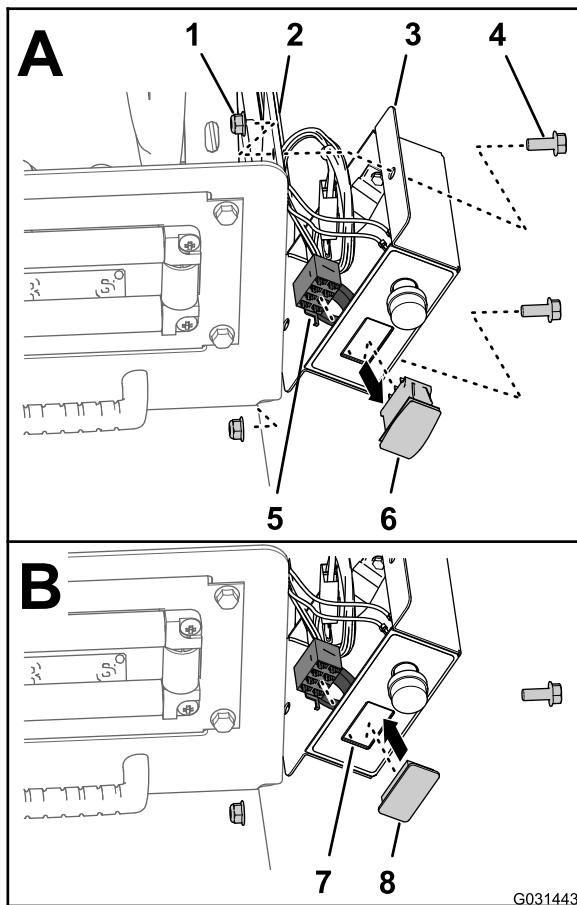

Figure 7
1. Retirez les 2 boulons (5/16 x 3/4 po) et les 2 contre-écrous (5/16 po) qui fixent le boîtier de commande à la plaque de montage du dévidoir (Figure 7).
6. Insérez le cache dans le boîtier de commande jusqu'à ce qu'il s'enclenche solidement dans le couvercle (Figure 7).
7. Placez le boîtier de commande devant la plaque de montage du dévidoir (Figure 7) et fixez-le sur la plaque à l'aide des 2 boulons (5/16 x 3/4 po) et des 2 contre-écrous (5/16 po).
2. Débranchez le connecteur à 8 douilles du faisceau du boîtier de commande de l'INTERRUPTEUR DE COMMANDE DE PRESSION (Figure 7).
3. Acheminez le connecteur à 8 douilles dans le boîtier de commande (Figure 7).
4. Pincez les languettes de verrouillage de l'interrupteur de COMMANDE DE PRESSION et poussez l'interrupteur hors du boîtier de commande (Figure 7).
5. Placez le cache devant l'ouverture dans le boîtier de commande qui était occupée par l'interrupteur (Figure 7).